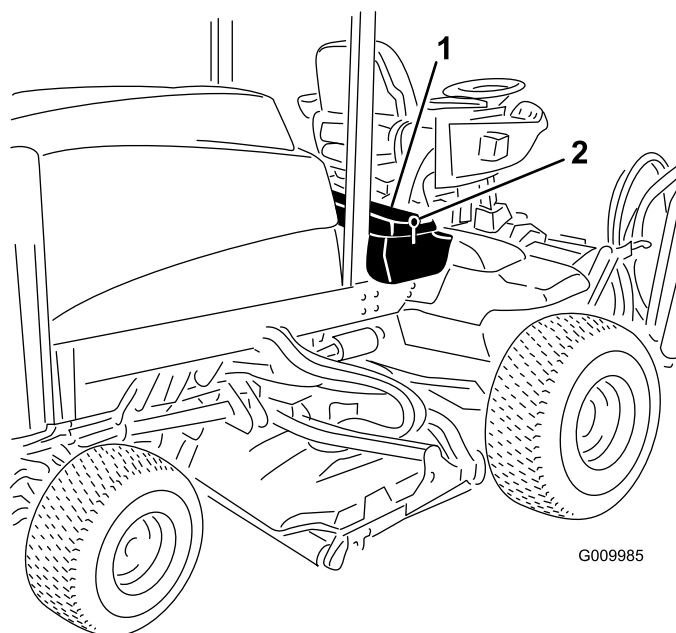
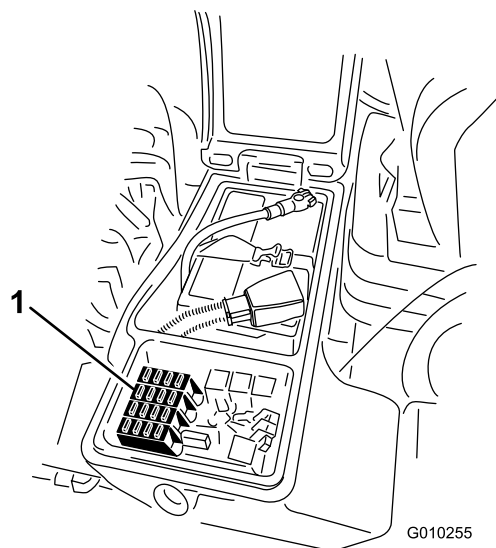

Figura 77
Figura 78
(Figura 77) per esporre il portafusibili (Figura 78).
- Sostituite il fusibile aperto (o fusibili aperti) come opportuno (Figura 78).
- Chiudete il coperchio del vano portaoggetti di destra e fissatelo con il dispositivo di chiusura (Figura 77).